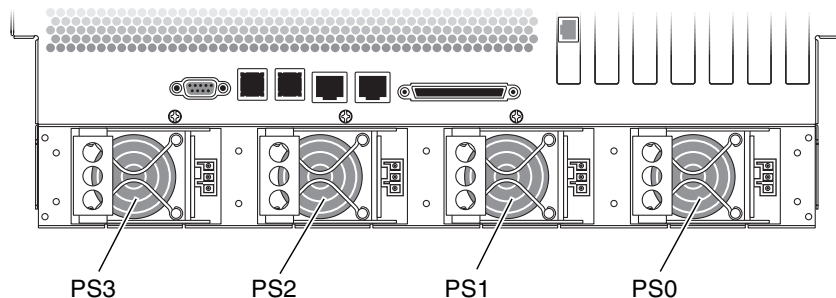

BILD 1-16 Strömförsörjningsenheternas placering
Netra 440-serverns strömförsörjningsenheter är hotswap-komponenter. De är gjorda för att kvalificerad servicepersonal snabbt och enkelt ska kunna installera eller ta ur dem, till och med medan systemet är igång. Strömförsörjningsenheterna (PS) installeras på platser på baksidan av systemet, enligt BILD 1-16.